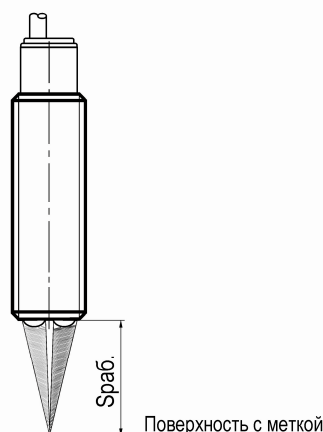

Рисунок 2
- Установить датчик так, чтобы оптическая ось датчика была перпендикулярна поверхности с контролируемыми метками. При этом расстояние S между плоской частью чувствительной поверхности датчика и поверхностью с метками (рис.2) должно быть в диапазоне Сраб.